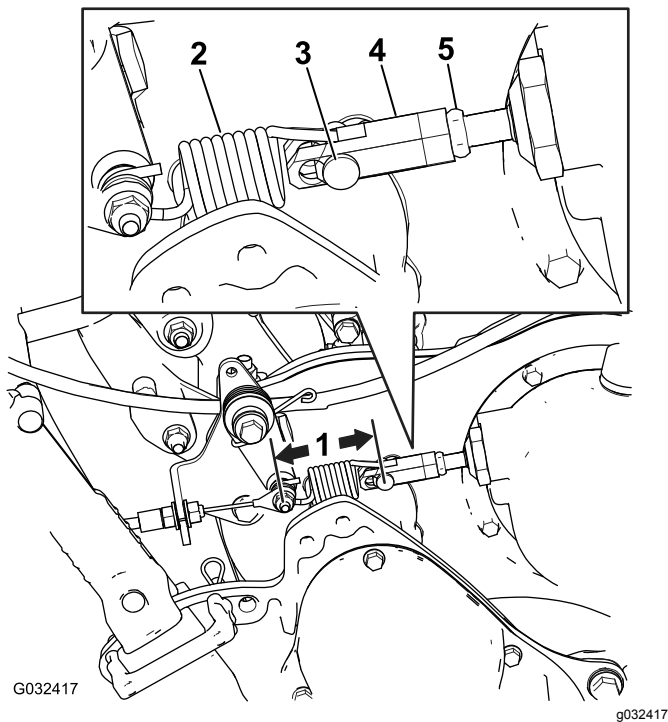

Figura 48
2. Mida la distancia desde el pasador en cada extremo del muelle del control de tracción (Figura 48); si la distancia no es de 7,3–7,6 cm, ajuste el embrague siguiendo los pasos indicados a continuación.
- F. Mida la distancia desde el pasador en cada extremo del muelle del control de tracción (Figura 48); repita los pasos A a F hasta que quede una distancia de 7,3–7,6 cm.
- B. Afloje la contratuerca del tensor y retire el pasador de horquilla, desconectando el muelle del tensor (Figura 48).